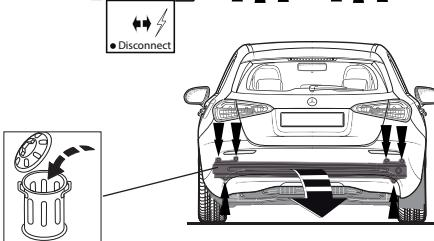

Fig. 1
- Снять бампер вместе со стальным буферным бруском автомобиля. Буферный брус больше не понадобится. См. рисунок 1.
- Герметизировать обозначенные части (см. рис. 1)